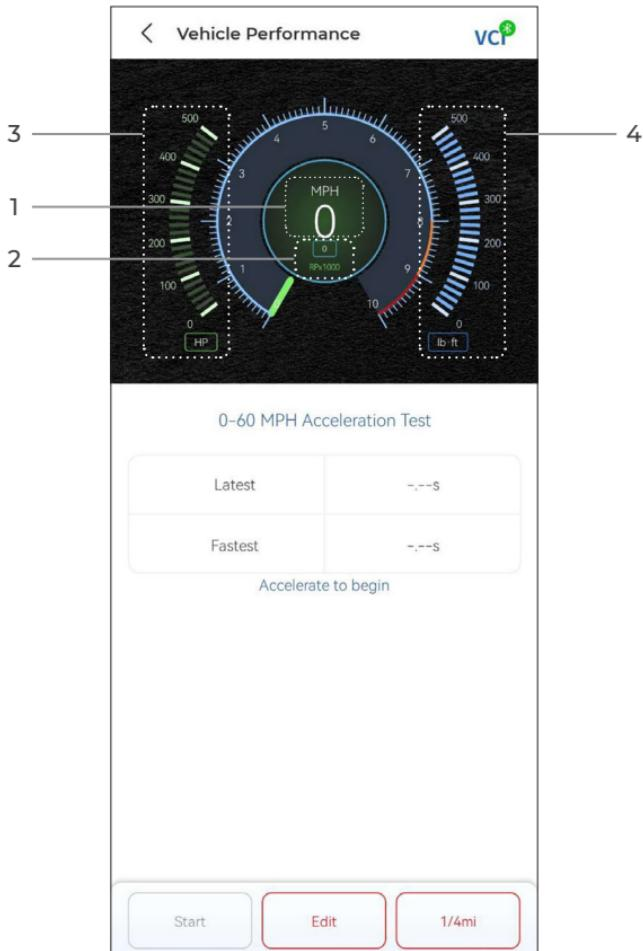

Abb. 4-19
**0-60 MPH Testergebnisse** - Notieren Sie die verstrichene Zeit, die ein Fahrzeug benötigt, um von 0 auf 60 Meilen pro Stunde zu beschleunigen (siehe Abbildung 4-19). Die Werte für die Start- und Endgeschwindigkeit können bei Bedarf geändert werden.